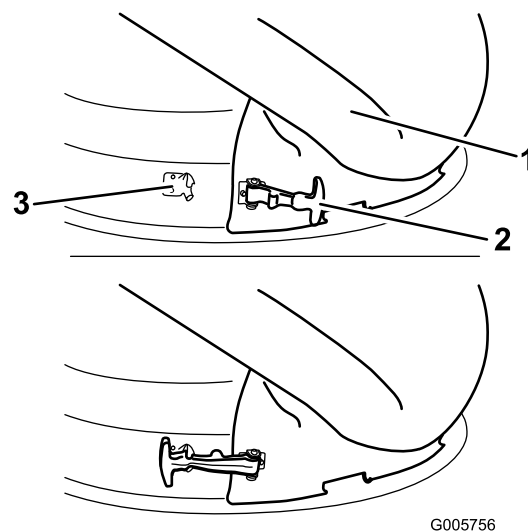

Figura 22
4. Sujete el conducto a la carcasa de 50 pulgadas. Enganche el cierre flexible del conducto en el soporte de retención soldado a la carcasa del cortacésped, detrás del orificio (Figura 22).